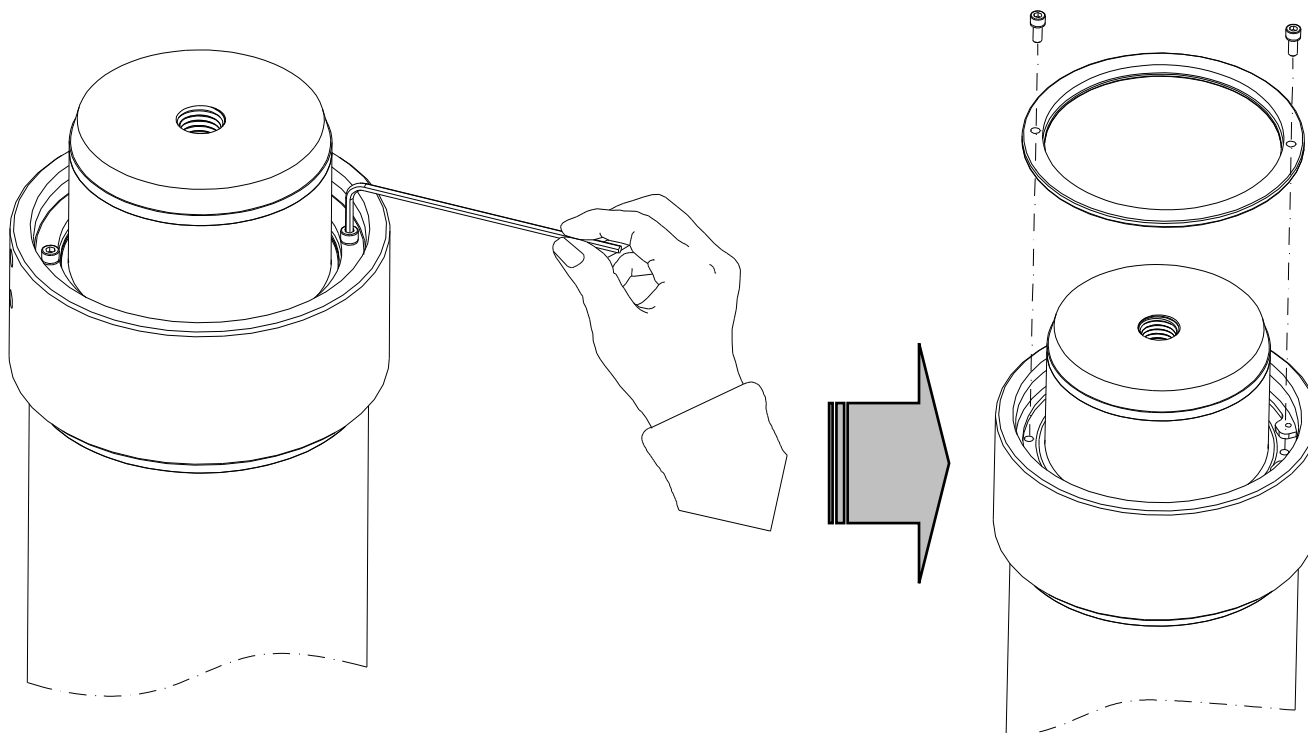

РИСУНОК 1
- Сначала открутите установочные винты М6х16 с их гроверными шайбами и снимите стопорное кольцо (рисунок 1).